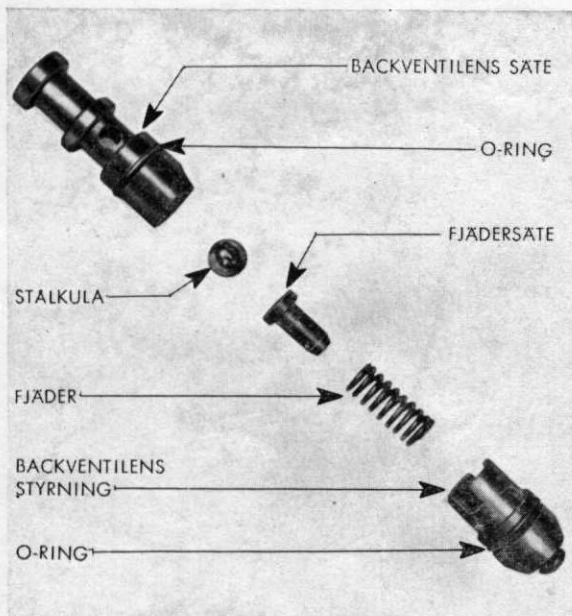

Fig. 16. Backventilen.
2. Skruva ur backventilens plugg och använd en tång med vassa käftar för att dra ut ventilstyrning, fjäder, fjäderstyrning och kula ur ventilens hål i locket. (Se Fig. 16.)